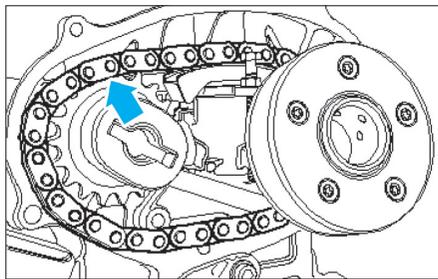

Fig. 65
- Reposer la chaîne, en la positionnant en premier sur le pignon de l'arbre à cames d'admission (Fig.65).